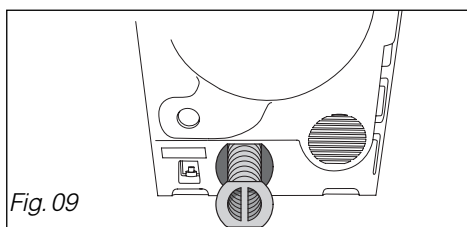

Fig. 09
– **Sortie d'air arrière** (Fig.09)
- Dégagez la gaine avec précaution afin d'éviter tous risques de coupures (Fig. 09).